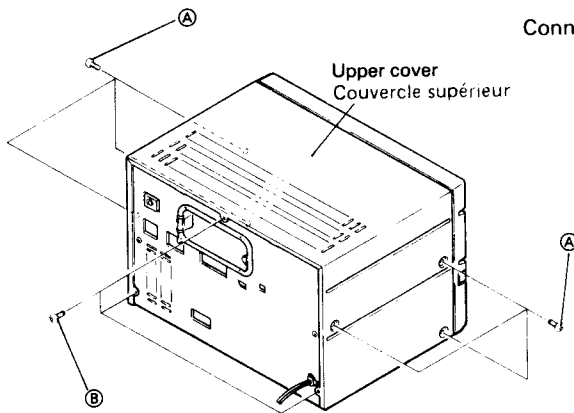

Fig. 1
- 1. Removing the Upper Cover (Fig. 1)**
- 1. Retrait du couvercle supérieur (Fig. 1)**